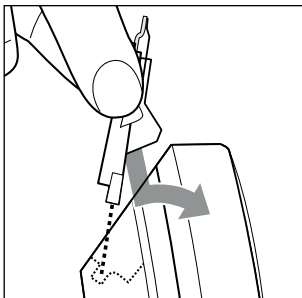

Bild 10
- 6) För in skärhuvudets **1** flik under den bakre kanten av höljet. Tryck först skärhuvudet **1** nedåt i flikens hållare och sedan framåt tills det klickar fast i produkten (se bild 10).